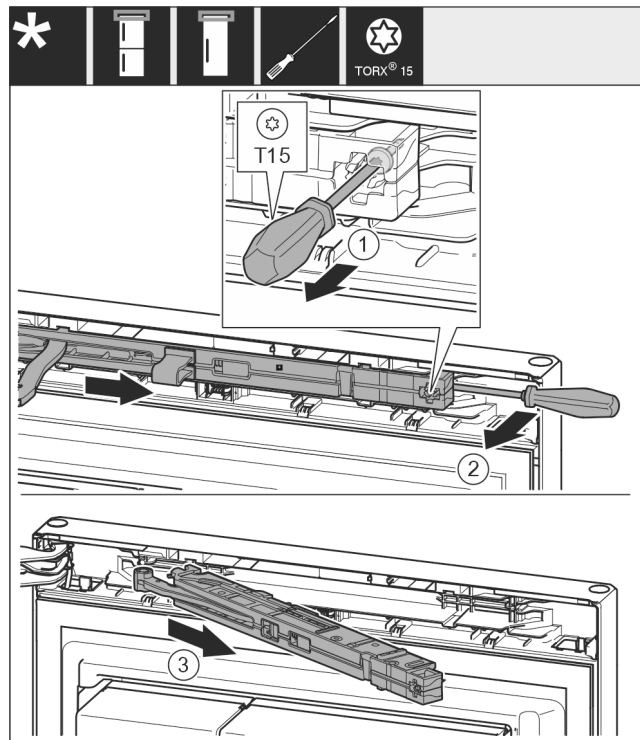

Fig. 13
- Schraube an Schließdämpfereinheit mit Schraubendreher T15 ca. 14 mm lösen. Fig. 13 (1)
- Mit einem Schraubendreher griffseitig hinter die Schließdämpfereinheit fahren und Einheit nach vorne drehen. Fig. 13 (2)
- Schließdämpfereinheit herausziehen. Fig. 13 (3)